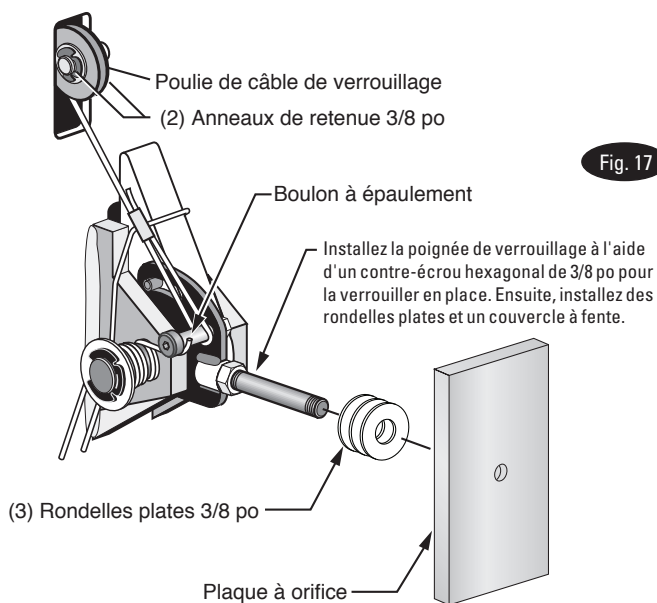
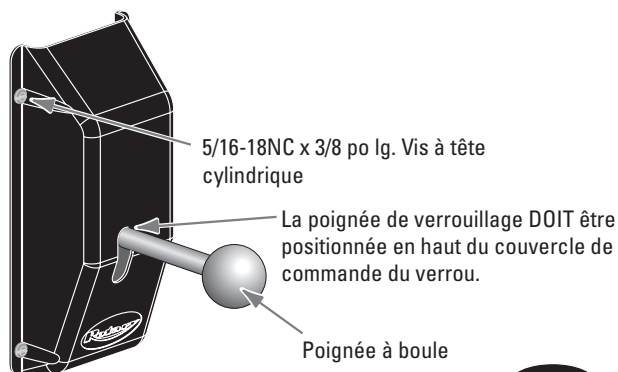

Fig. 17
Fig. 20
- A) Installez la poulie du câble de verrouillage et les anneaux de retenue dans la fente supérieure de la colonne du bloc d'alimentation, comme illustré, Fig. 17.
- B) Glissez l'extrémité de la boucle du câble sur l'extrémité de la vis à épaulement sur la plaque de commande du loquet du côté droit, Fig. 17.
- C) Faites passer l'autre extrémité du câble à travers la fente de la poulie du câble de verrouillage en vous assurant que le câble passe sous la partie inférieure de la poulie du câble de verrouillage et à l'intérieur de la colonne de droite, Fig. 17.
- J) À ce stade, vous **DEVEZ** installer la poignée de verrouillage, le contre-écrou et le couvercle de verrouillage de la colonne droite Fig. 17 et Fig. 20. Installez la poignée à boule du cliquet, Fig. 20.